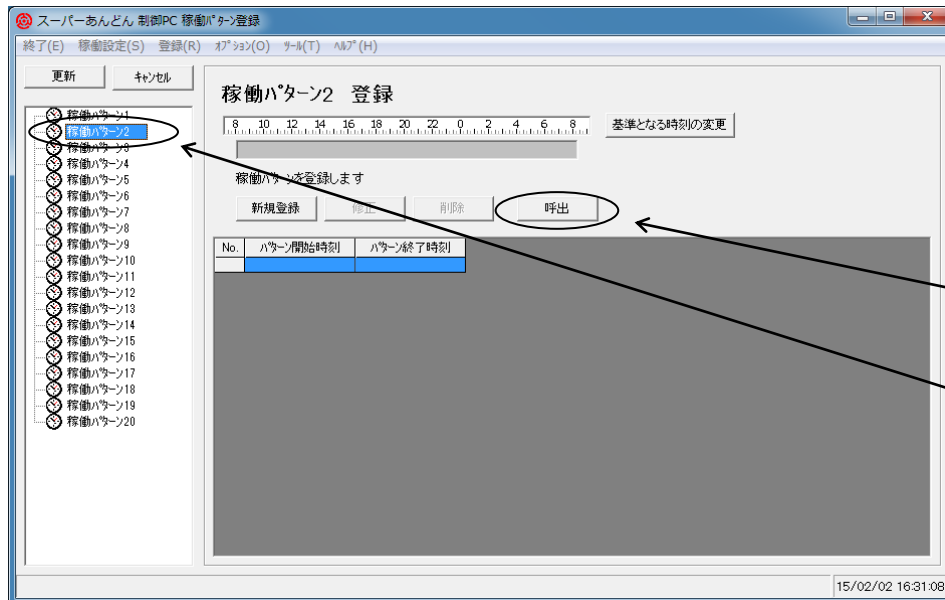
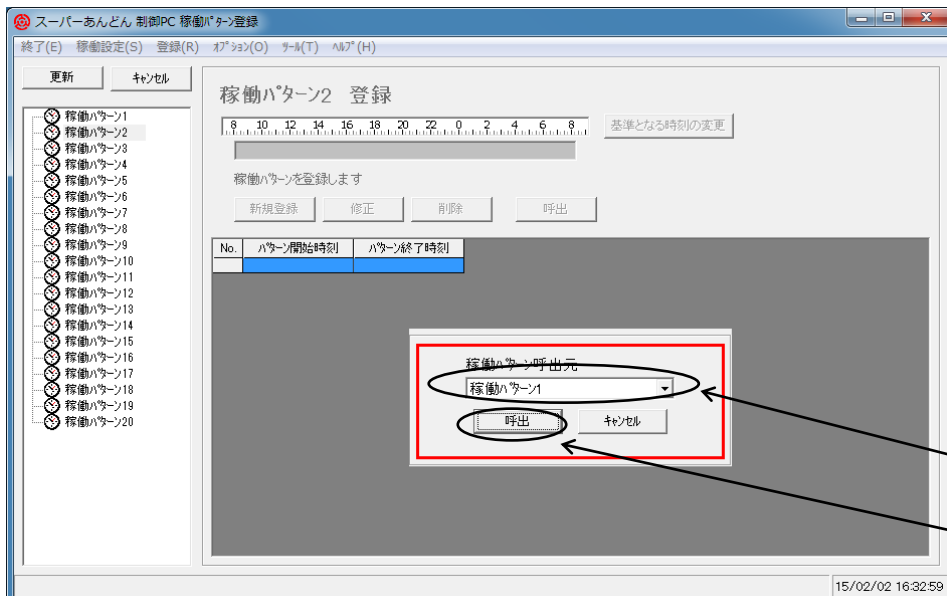

図 2-14-2
図 2-14-3
- (1) 稼働パターン登録画面(図 2-14-2)にてコピー先である“稼働パターン2”をクリックして指定します。
- (2) “呼出”ボタンをクリックします。
- (3) 稼働パターン呼出元指定画面(図 2-14-3)にて”稼働パターン1”と表示された部分をクリックして、表示されるリストの中からコピー元である“稼働パターン1”をクリックして指定します。
- (4) “呼出”ボタンをクリックします。